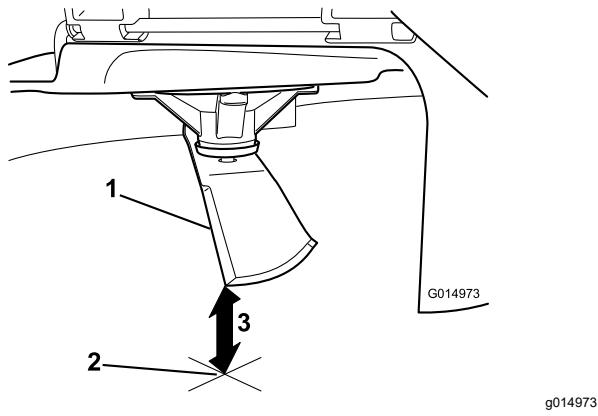

Figura 53
- 5. Mida desde la punta de la cuchilla hasta la superficie plana (Figura 53).